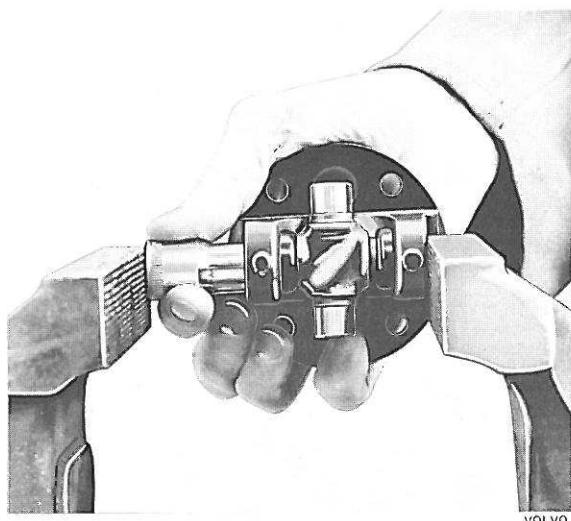

Figure 16. Mise en place des bagues de retenue avec une douille
4. Poser une douille appropriée entre l'étau et le roulement (figure 16) et enfoncer encore ce dernier jusqu'à ce qu'il dépasse la gorge à circlips. Mettre ensuite le circlip.